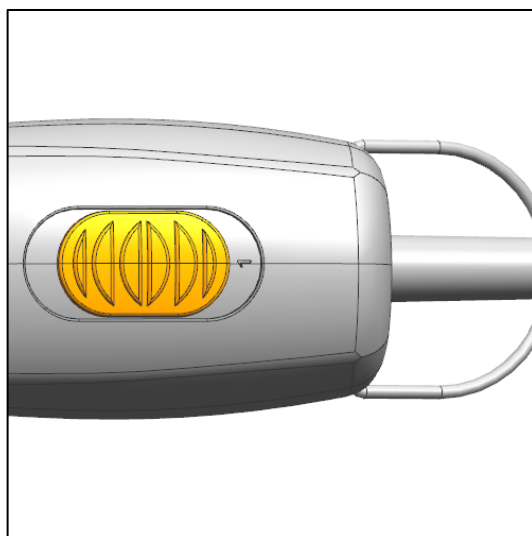

Abb. 52
- Stecken Sie dann die Tierhaarschneidemaschine ein und schalten sie diese auf Stufe 1 (Abb. 52).